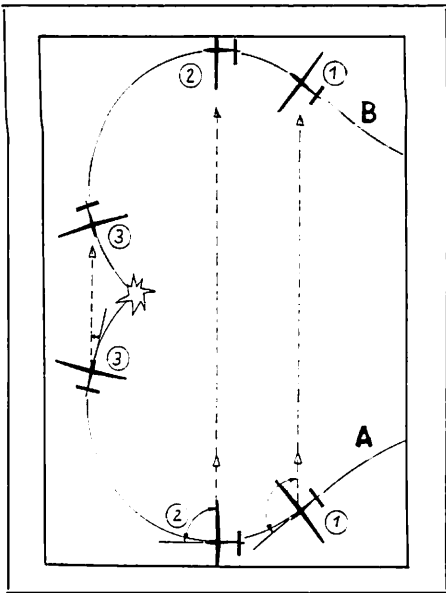

Fig. 15 - Corsa di collisione di due aerei che curvano simmetricamente l'uno verso l'altro.
re contro un altro aereo. Qui constatiamo come sia importante il campo visivo periferico. Osserviamo ora quante possibilità di avvicinamenti che possono diventare collisione si possano sviluppare dal volo in spirale seguendo le Figure 15 e 16. Nella Figura 15 i due aerei volano parallelamente ed incontrano la stessa termica a circa 300 metri uno dall'altro. Entrambi virano verso l'interno. Dal momento dell'inizio della virata (punto 1) fino al contatto occorrono 15". Il pilota A vede il pilota B a 130° alla sua destra, guardando di sbieco. Nella posizione (2) vede l'altro aereo a 90° alla sua destra in volo parallelo. E mancano solo 11,5" allo scontro. E per arrivare alla posizione (3) in cui non avrà altra possibilità che quella di subire lo scontro, mancano dalla (2) 8" soltanto. Più critica è la situazione della Figura 16. Due veleggiatori si incontrano con un intervallo laterale di 400 metri e volano in tondo per entrare nella stessa termica. Contattano la termica nel punto (1) e stanno virando a destra.